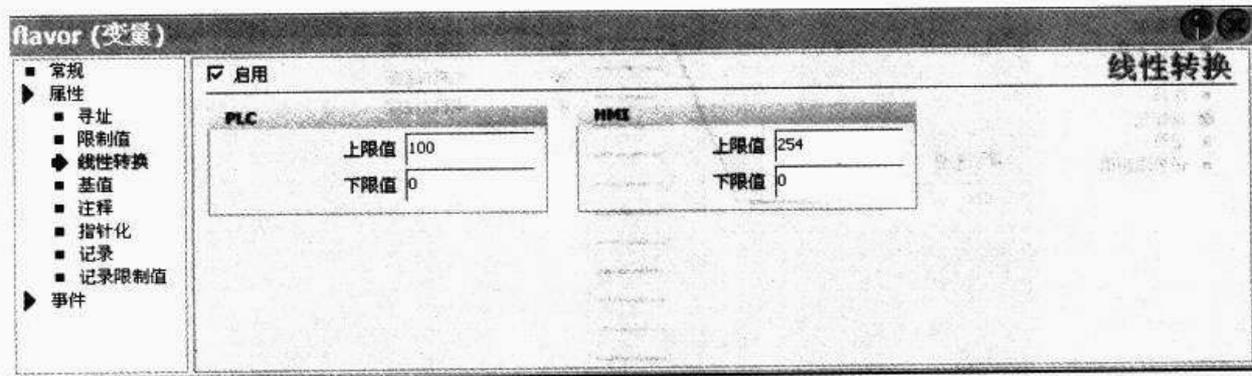

图 5-36 线性转换图示
③ 线性转换:数字数据类型可使用线性转换进行处理。PLC 中用于外部变量的数据可以被映射到 WinCC flexible 项目中的特定数值范围。例如,用户在 HMI 设备上输入的数据是以厘米为单位的长度数据,但控制器编程则需要输入英寸值。在此启用该变量的线性转换功能,指定 HMI 设备上数据范围为 $[0\sim 254]$ ,指定 PLC 设备上数据范围为 $[0\sim 100]$ ,则用户输入的数据在传送到控制器之前自动进行转换,如图 5-36 所示。